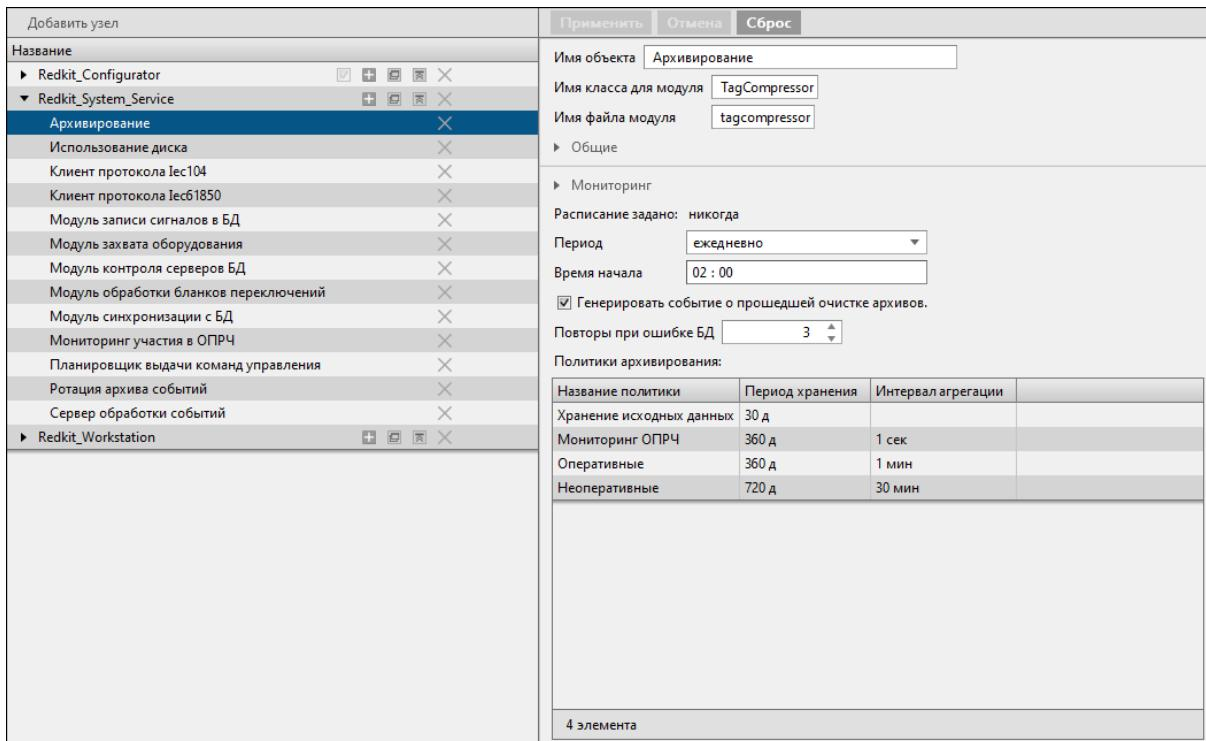

Рисунок 163 - Модуль «Архивирование»
- Перейдите на вкладку Настройки узла и внутри в сервисных узлах (*Redkit_System_Service* или *Redkit_Master* и *Redkit_Slave*, в зависимости от типа конфигурации) нажмите на модуль **Архивирование** (Рисунок 163).